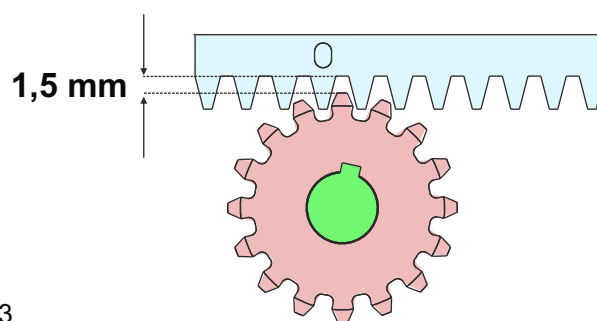

Abb. 13
**5.6.** Die gesamte Zahnstange muss um **1,5 mm** angehoben werden, damit das Ritzel nicht durch das Torgewicht belastet wird - Abb. 13